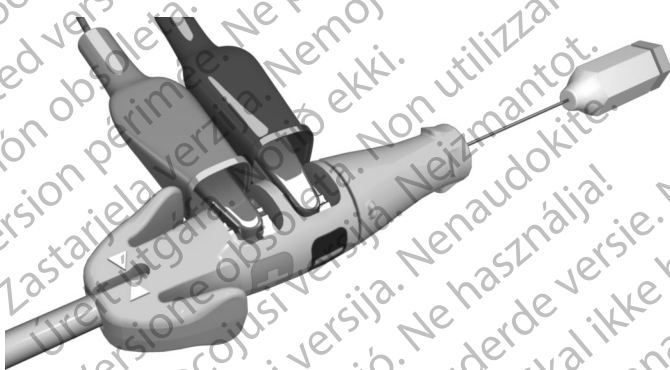

Figura 10. Pinzas del PSA conectadas a la herramienta de conexión
- Coloque las pinzas de cocodrilo del cable del PSA en el contacto tipo muelle del cátodo (-) y el contacto tipo muelle del ánodo (+) de la herramienta de conexión. El uso de la herramienta de conexión impedirá que las pinzas de cocodrilo dañen el extremo terminal del conector y evitará el puenteo entre los contactos del terminal. Pince bien las pinzas de cocodrilo en los contactos tipo muelle del cátodo y del ánodo para evitar mediciones basales imprecisas (Figura 10 Pinzas del PSA conectadas a la herramienta de conexión en la página 27).